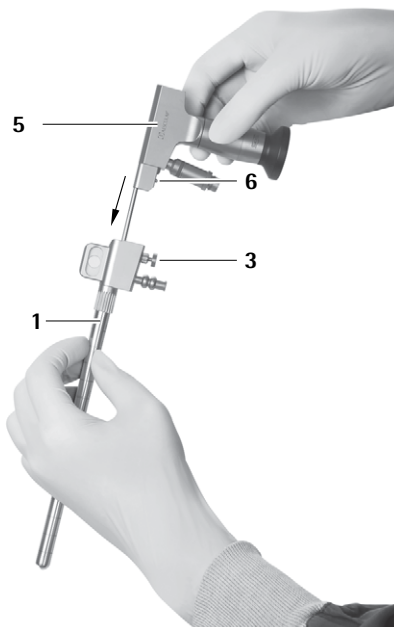
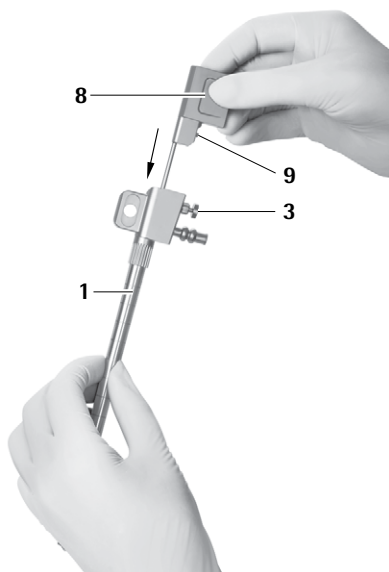

Fig. 14
Fig. 15
- Asegurarse de que el perno de bloqueo 6 del endoscopio 5 y el perno de bloqueo 9 del obturador para el canal de óptica 8 se encuentran en el mismo lado que el botón de desenclavamiento 3 del trocar MINOP InVent 1, ver Fig. 14 y ver Fig. 15.